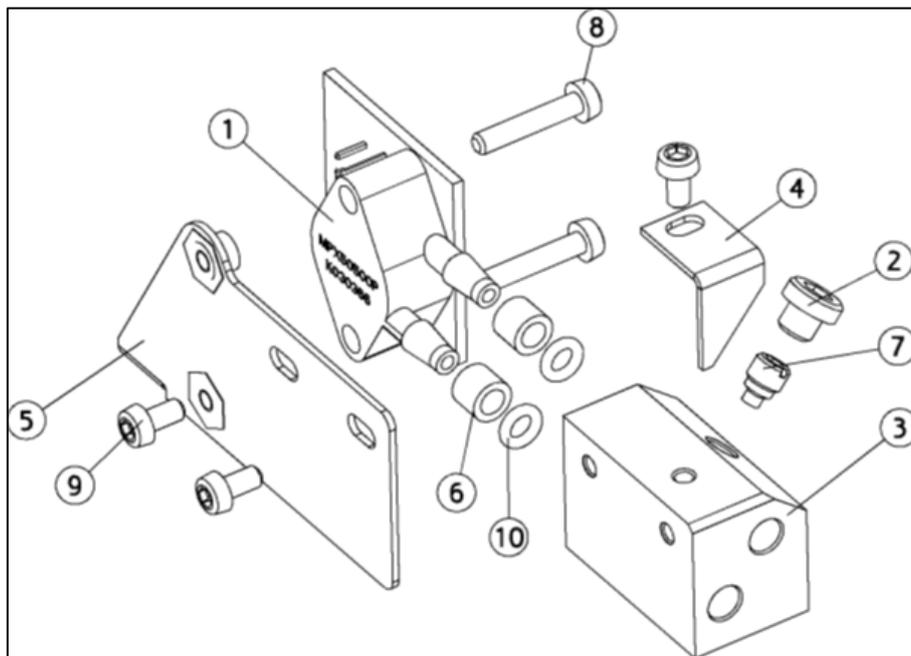

Abb. 3
B31	Düse im Flowmeter prüfen – siehe (7) in Abb. 3. Die Bohrung von 0,5 mm muss sauber sein.
C17	Die O-Ringe (UG-323) im Inneren des Flotmeters ersetzen - siehe (10) in Abb. 3.